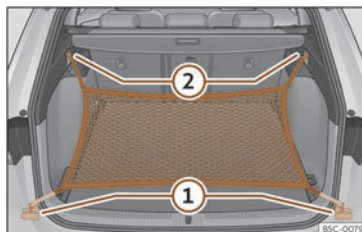

Fig. 187 Al maleter: argolles (1) i ganxos (2) per enganxar la bossa de xarxa.
- Fixeu els ganxos curts de la xarxa a les argolles d'amarratge >>> **fig. 187** (1) >>> . La cremallera de la bossa ha de quedar cap amunt.
- Fixeu les cintes als ganxos per penjar bosses (2).